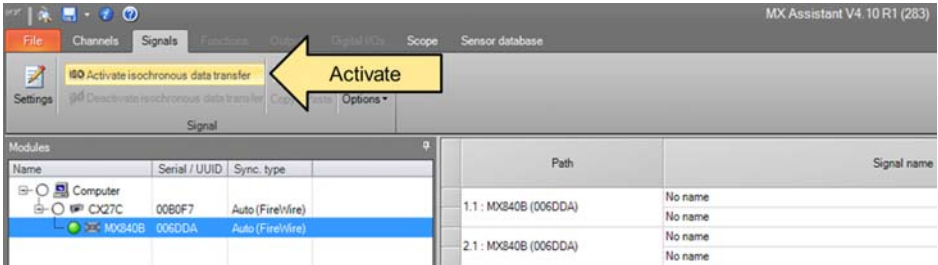

图 5.3 激活等时数据传输
5. 在选项栏“Signale”（信号）中激活等时数据传输（见图 5.3）。